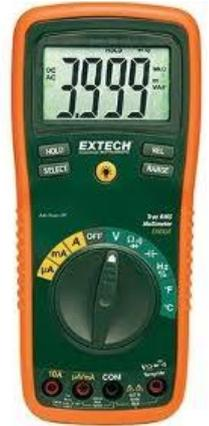

Figura 1. Especificaciones de rangos para multímetro Extech 470.
En los instrumentos digitales, como los multímetros, la incertidumbre nominal asociada al instrumento se calcula generalmente teniendo en cuenta las especificaciones técnicas informadas por el fabricante en el manual del instrumento. En la Figura 1 se muestran las características de rangos para medición de diferencia de potencial y corriente en CD (corriente continua), y para la medición de resistencia, tal como aparecen en un manual típico de instrumentos digitales, como los que usaremos en nuestras prácticas de laboratorio [1]. Veamos cómo se interpreta y se usa esta información.
La incertidumbre se calcula de acuerdo a lo especificado en la columna “Precisión” de la Figura 1, y está compuesta por dos términos:
Ejemplo 1: supongamos que medimos una corriente en la escala de 400 μ A (CD), con resolución de 0,1 μ A. La especificación para la estimación de la incertidumbre correspondiente, de acuerdo a la Figura 1 establece: $\pm(1,5\%$ de lectura + 3 dígitos). Entonces:
- a) De acuerdo a las especificaciones que se muestran en la Figura 1, ¿qué escala usarías para garantizar una medición confiable?
- 2) Se mide una diferencia de potencial en CD y se observa que la medición presenta una fluctuación con un desvío estándar de 2,5 V. Si la medición se realiza en la escala de 40 V (Figura 1) y la media aritmética de 20 puntos es 28,672 V, expresá el resultado de la medición.